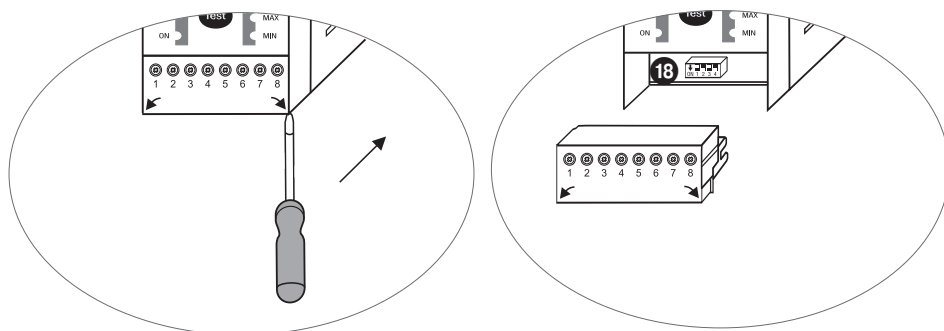

Fig. 9
- Retirer le bornier **inférieur**. **Fig. 9**
- Retirer les borniers supérieur et inférieur **Fig. 9.**